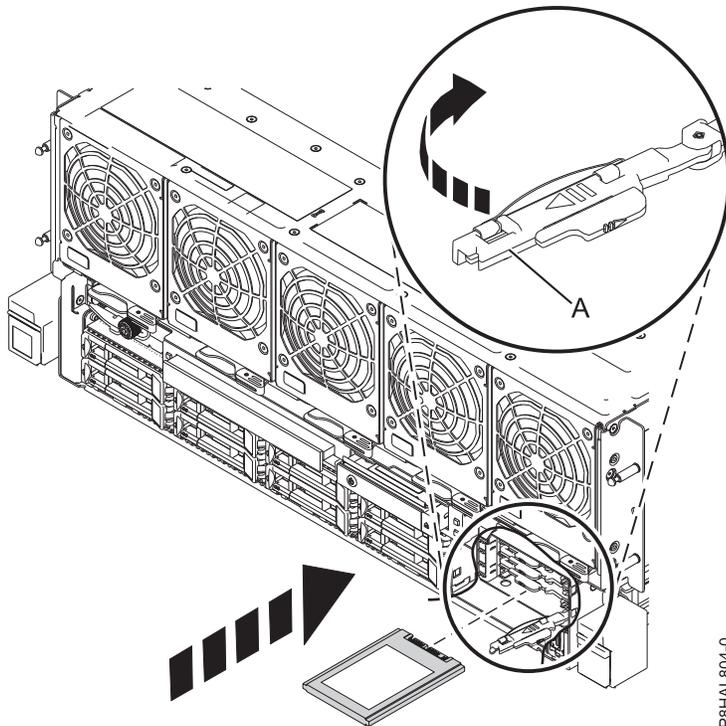

Abbildung 20. Solid-State-Laufwerk in einem System vom Typ 8408-44E oder 8408-E8E austauschen
9. Der Griff des Solid-State-Laufwerks **(A)** muss in der entriegelten Position sein, während Sie ihn nach außen ziehen, um auf die Führungsschienen im Steckplatz des Solid-State-Laufwerks zugreifen zu können. Stützen Sie das Solid-State-Laufwerk unten mit Ihrer Hand, wenn Sie es an den Führungsschienen im Steckplatz des Solid-State-Laufwerks ausrichten. Siehe Abb. 20 auf Seite 32.
10. Schieben Sie das Solid-State-Laufwerk bis zum Anschlag in das System und verriegeln Sie es, indem Sie den Griff **(A)** in die gezeigte Richtung drehen (siehe Abb. 20 auf Seite 32).